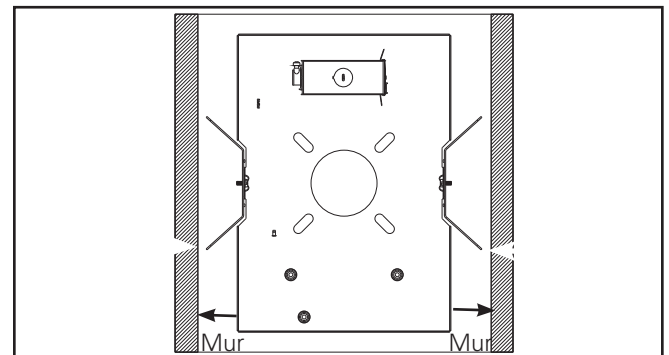

Figure 8
1. Pour les garnitures murales, installez le cadre comme illustré. (voir la Figure 8).